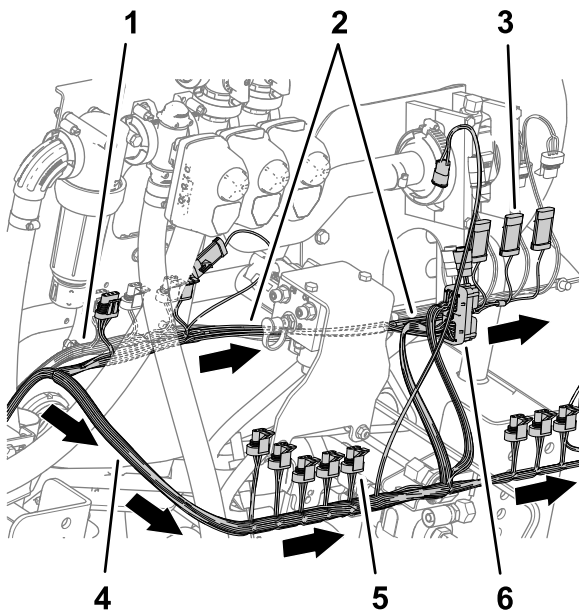

図 85
7. 車両後部で、89cm の枝線を、図 85に示すように昇降マニホールドの前方かつフローメータの右側に配設する。
8. 102cm の枝線を、図 85に示すように昇降マニホールドの後方かつ右側に配設する。